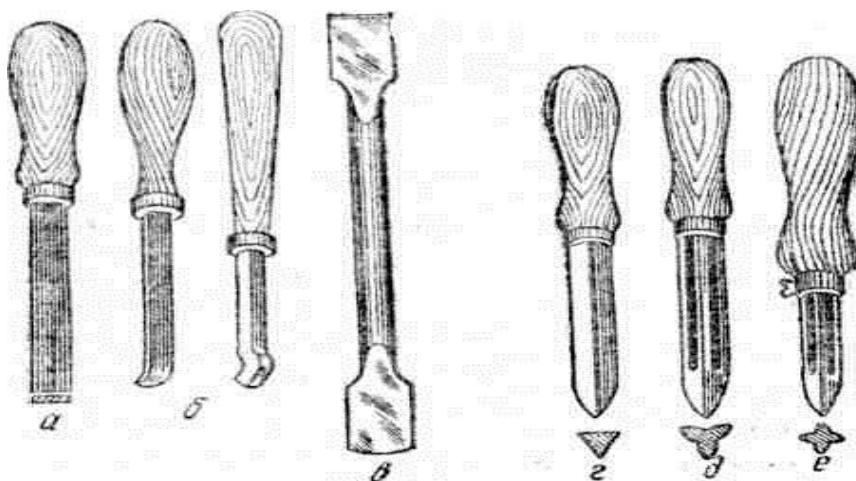

Рис.2
**9. Определить тип шабера, изображенных на рис. 2**